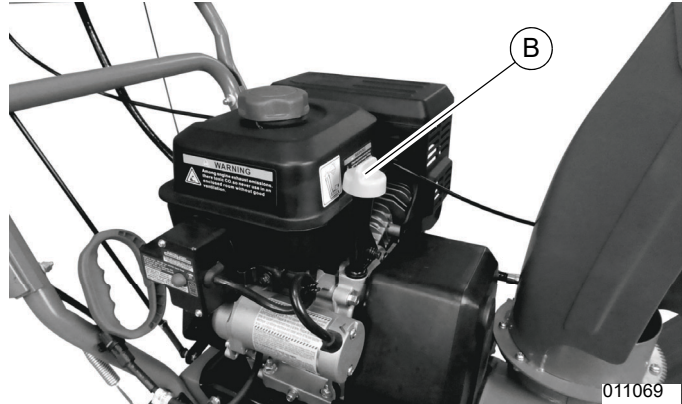

Figure 4-2. Bouchon-jauge d'huile
6. Voir Figure 4-2. Ouvrir le bouchon-jauge d'huile (B).